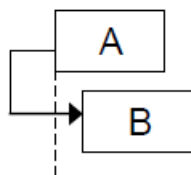

Рисунок 6 – Тип взаимосвязи диаграммы предшествования 3
3. Старт – Старт. Работа В начинается не раньше работы А (рис.6).